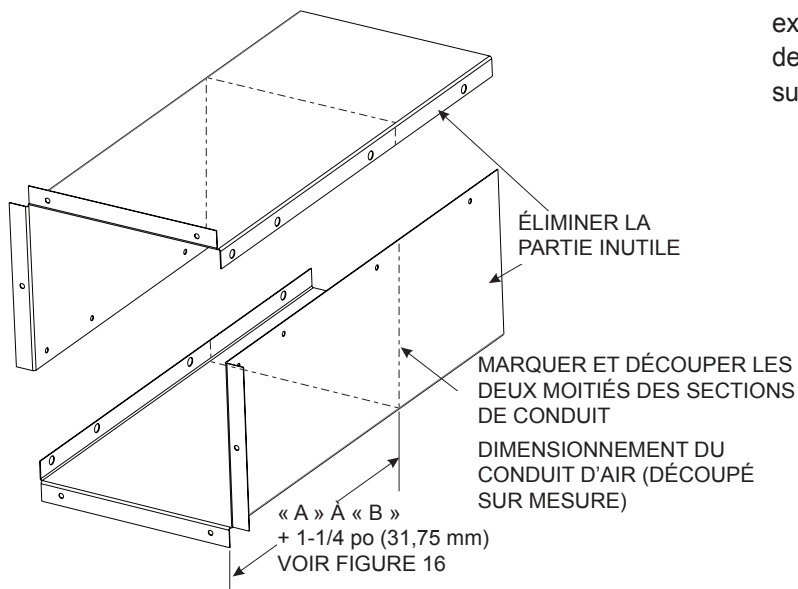

Figure 17
21. Ajouter 1-1/4 po (31,75 mm) à la distance mesurée à l'étape 20, puis, à l'aide de cisailles à métaux, découper les deux moitiés du conduit d'air à la bonne longueur. **Voir Figure 17.** Éliminer les extrémités découpées.